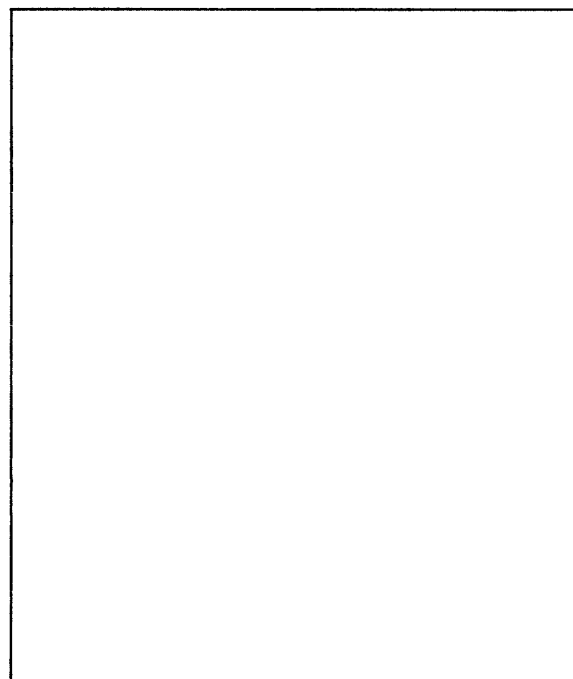

Рис. 2. Правильное положение корпуса при поиске.
8. После того, как Вы подогнали под себя Ваш прибор, Вы можете приступать к поиску. Рисунок 2. Слегка наклоните корпус вперед, поисковую рамку старайтесь держать на высоте примерно 1-2 см над землей и приблизительно в 30 см перед носком Вашего ботинка. Рамка должна всегда располагаться параллельно земле, для этого следует периодически корректировать угол ее наклона.